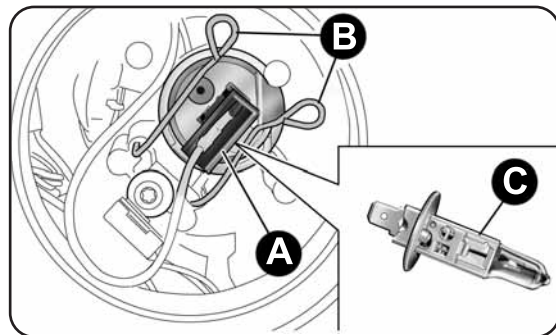

fig. 132
- extraire le connecteur A-fig. 132 et ouvrir ensuite les languettes B vers l'extérieur ;